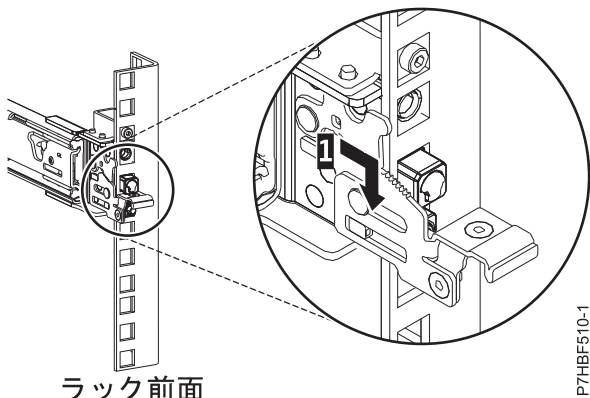

図5. ラックの前面レールに取り付けられたピン
6. スライド・レールを前方に引き、レール前部の 3 つのピンを、事前にマークを付けた、選択済みの EIA 単位の穴に挿入します。スライド・レールを下方に下げて (1)、中央のピンのフック機構を噛み合わせます。詳しくは、図5 を参照してください。